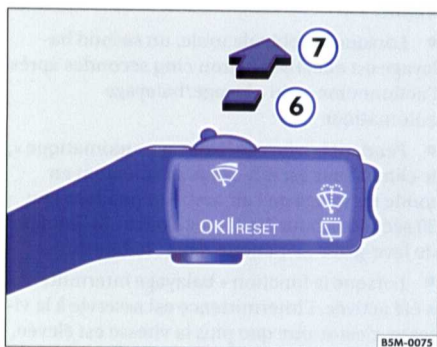

Fig. 45 Levier d'essuie-glace et de lave-glace : essuie-glace arrière
– Poussez le levier vers l'avant jusqu'au cran ⇒ fig. 45 ⑥. L'essuie-glace fonctionne environ toutes les 6 secondes.
– Poussez le levier entièrement vers l'avant en position ⇒ fig. 45 ⑦. Le lave-glace fonctionne immédiatement alors que l'essuie-glace ne commence à balayer qu'un peu plus tard. Tant que vous maintenez le levier dans cette position, l'essuie-glace et le lave-glace fonctionnent simultanément.